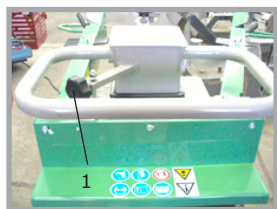

Abb. 2
Lösen Sie nun die Sterngriffschraube (1, Abb. 2) am Handgriff und ziehen Sie die Schaltstange so weit wie möglich heraus. Je weiter die Schaltstange herausgezogen wird, desto geringer wird die Spalthöhe. Klemmen Sie die Schaltstange auf der gewünschten Höhe mit der Sterngriffschraube (1).